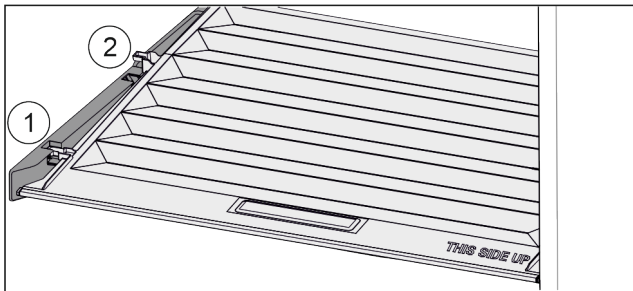

Fig. 80
- ▶ Потянуть крышку до отверстия в поддерживающих деталях вперед Fig. 80 (1).
- ▶ Поднять сзади снизу и извлечь Fig. 80 (2) движением вверх.